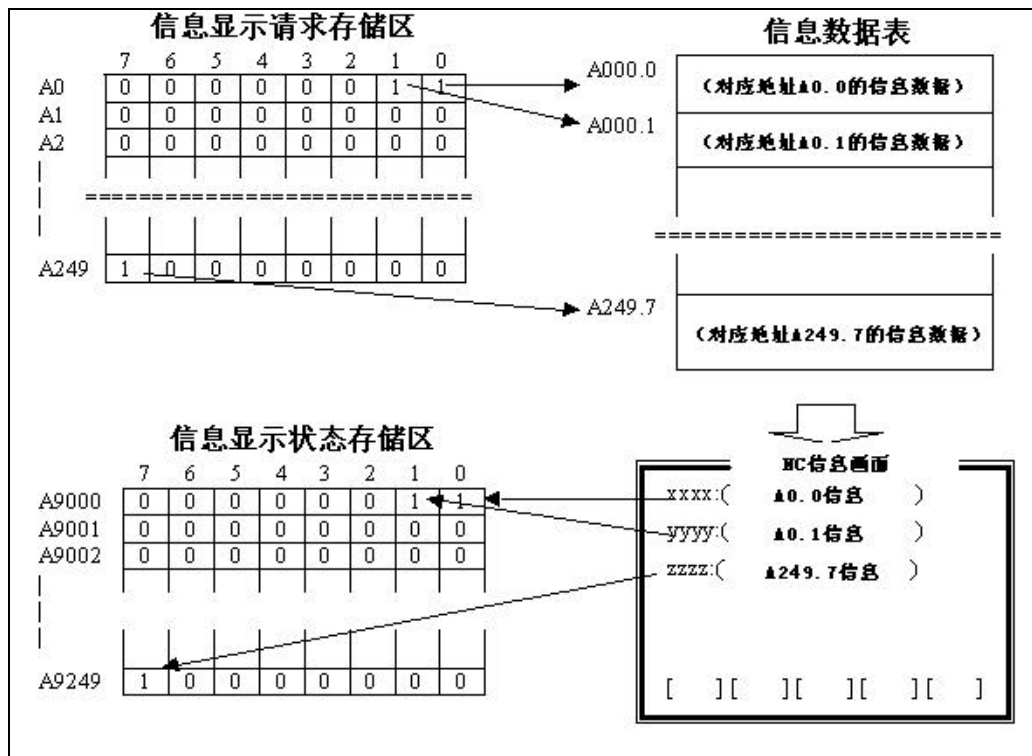

图. 3.3.5 PMC-SB7 中信息显示请求存储区, 信息显示状态存储区和信息数据表
- (a)在梯形图中用户需在DISPB指令中指定总的信息数并设定ACT为1。如果ACT为0,DISPB不会执行。如果ACT设定为1,根据信息显示请求存储区(地址A)的状态和信息数据表显示相应的信息。当有多条信息需显示时,有可能不会同时全部显示。显示的信息数取决于可在CNC画面显示的最大信息数。在PMC-SB7中,在CNC画面实际显示的信息其状态可由信息显示状态存储区表示。信息显示请求存储区地址,信息显示状态存储区地址和信息数据表的关系如图3.3.5所示。